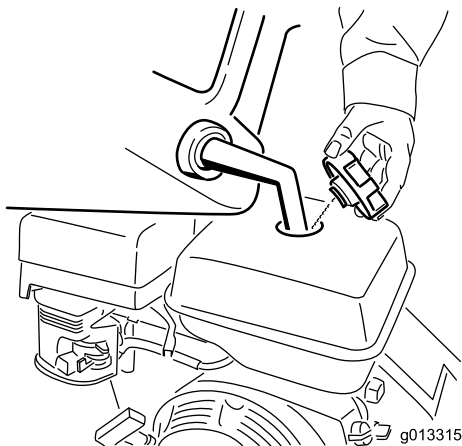

Figura 9
4. Limpie alrededor del tapón del depósito de combustible y retire el tapón (Figura 9).